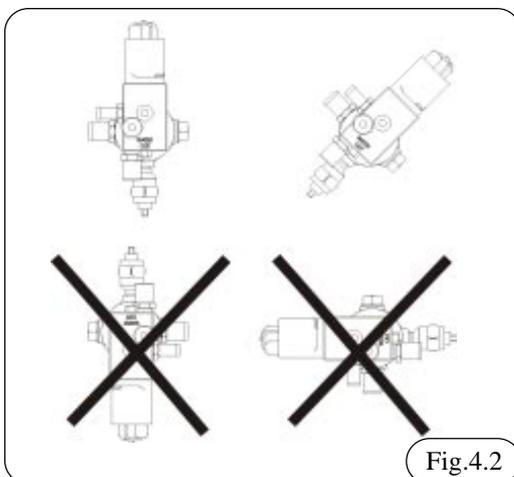

Fig.4.2
- Positionner le doseur avec les moteurs pas à pas comme indiqué sur le fig 4.2